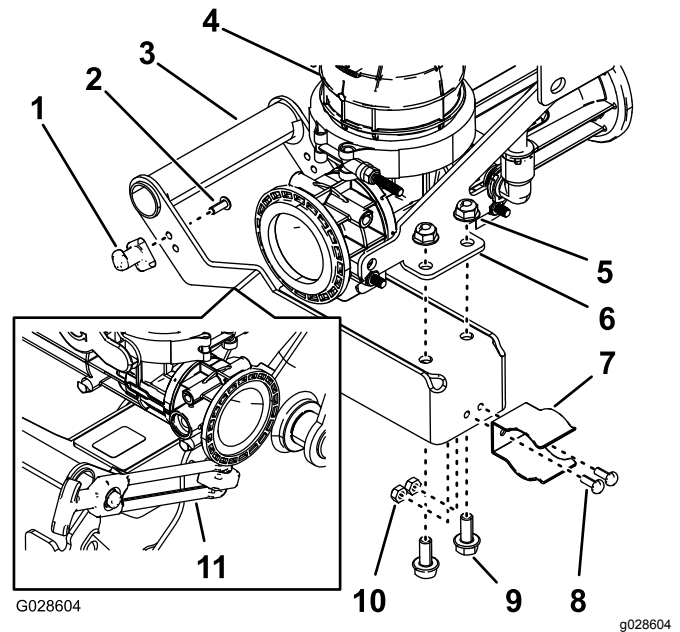

Figura 21
1. Monte el espárrago del cierre en la manija del eyector (Figura 21) usando dos tornillos de cabeza hueca (N° 10-24 x 1/2").
2. Instale el clip de resorte en la manija del eyector (Figura 21) con los 2 pernos (N° 10-24 x 1/2") y 2 contratuercas (N° 10-24).
3. Instale la manija en la chapa de montaje del eyector (Figura 21) con dos pernos con arandela prensada (5/16" x 3/4") y contratuercas con arandela prensada (5/16").